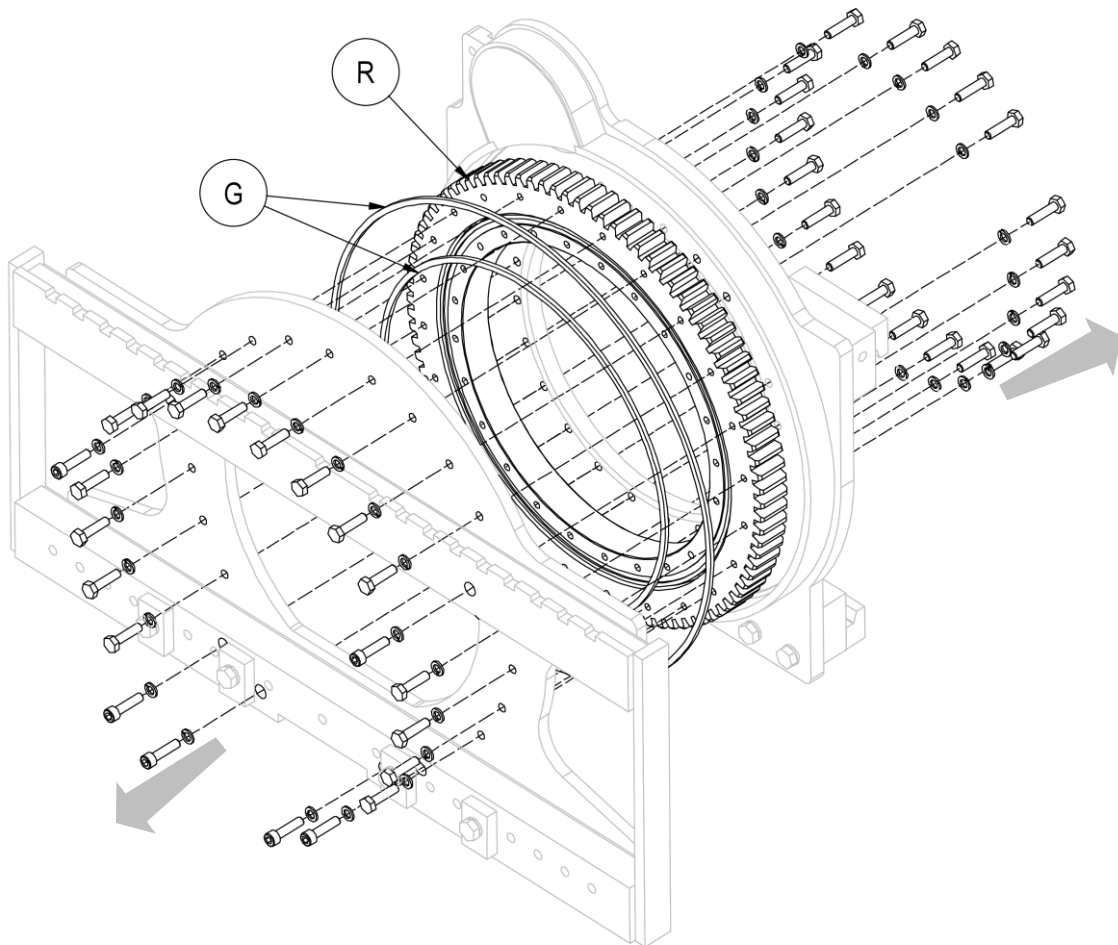

Figura 37
4. Rimuovere la parte anteriore del corpo rotante, assicurandosi di sorreggere in modo idoneo tutte le parti per poter effettuare l'operazione in sicurezza (vedi *Figura 37*).
5. Per poter rimuovere la ralla R, è necessario rimuovere anche le viti della parte posteriore dell'attrezzatura (vedi *Figura 37*).